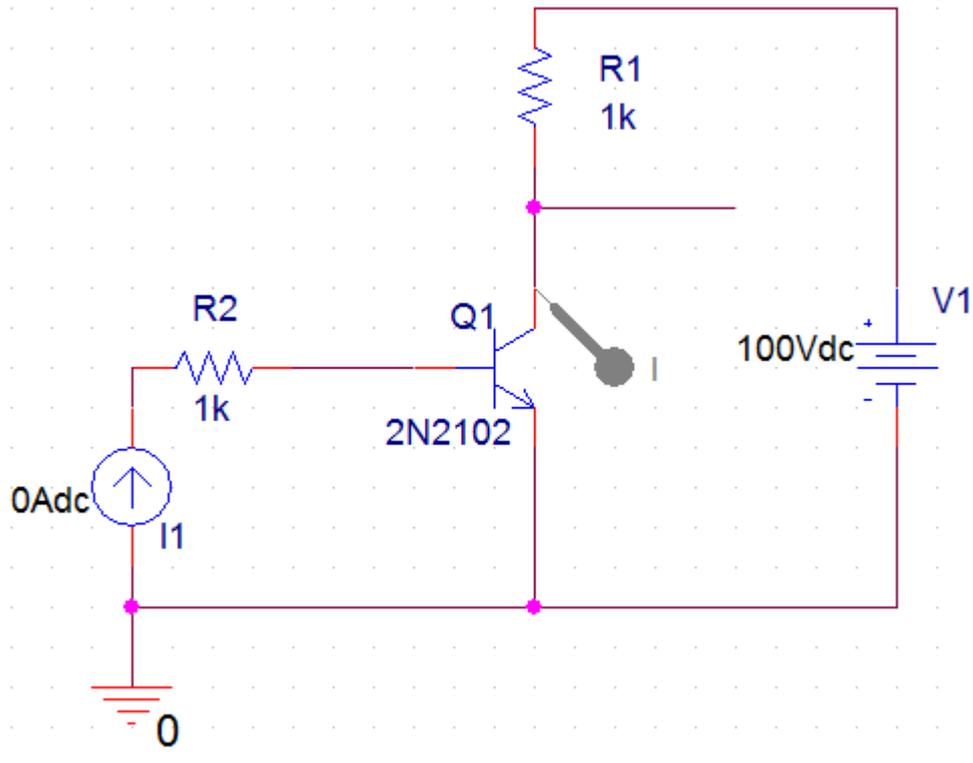

Рис. 2.30. Схема измерения вольтамперных характеристик
3. Собираем схему (рис. 2.30) и устанавливаем маркер тока. Для этого в схеме надо сделать **pin** (короткий вывод) на коллекторе. Маркер надо соединить с выводом коллектора транзистора.
В схеме (рис. 2.30) установим постоянный ток базы источника I1 равным 200 мкА. Установим профиль моделирования Bias Point и сделаем его активным. Возможно этот профиль уже существует в менеджере проекта и был установлен по умолчанию, так как информация о точке смещения доступна для всех типов анализа, кроме DC Sweep.